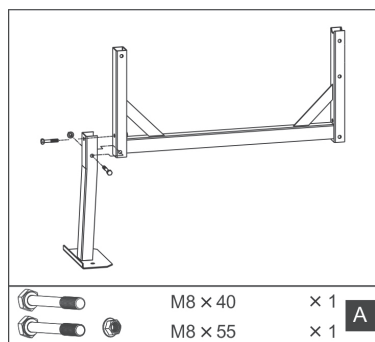

Fig.4
1. Montare il supporto sul telaio del tamburo. Utilizzare gli accessori contrassegnati con la lettera (A), Fig.4.